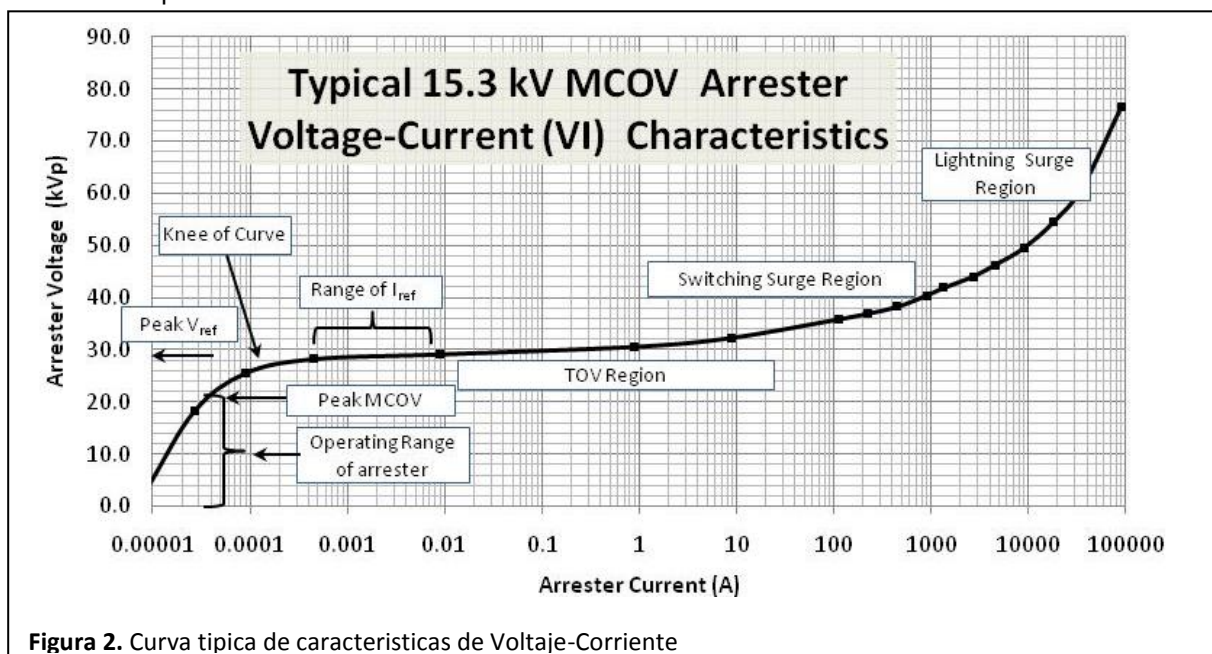
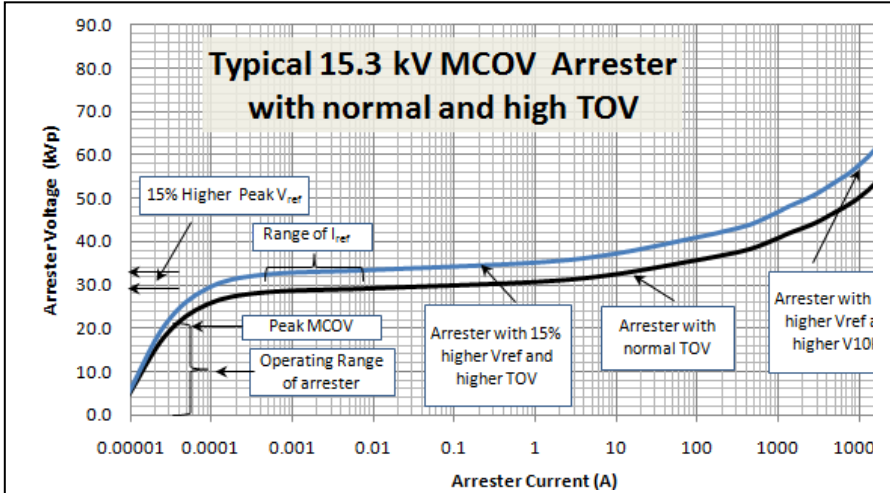

Figura 2. Curva típica de características de Voltaje-Corriente
Figura 6. Supresor 15.3kV MCOV con dos Referencias de Voltaje diferentes y Resistencia TOV distinta.
Un varistor es una resistencia variable con su resistencia controlada por la tensión de voltaje impresa a través del dispositivo. El varistor y la Curva Característica de Voltaje-Corriente es la forma fundamental y sencilla de mostrar cómo la cambia la resistencia a manera una función del Voltaje. Esta curva característica se utiliza de muchas maneras, y usa en gran medida para entender y predecir el comportamiento de un supresor. La Figura 2 es una curva VI típico de un supresor de 15kV MCOV. Una vez que una curva VI se determina para un disco varistor, los datos pueden ser utilizados para predecir las características completas de los supresores.
Las Curvas VI a menudo muestran solamente una polaridad de la curva de la conducción de un varistor como lo hace el de la Figura 2. Los varistores son dispositivos bidireccionales, y la curva característica en la dirección negativa es idéntica para los nuevos varistores no impulsados.
Algunos puntos importantes de la curva VI se llaman en la Figura 2. Estos puntos se describen con más detalle aquí:
3. **Centro de la curva:** Este es un término vagamente usado y describe aproximadamente la región de esfuerzo de voltaje, donde las vías de conducción a través del varistor cambian rápidamente de la región de funcionamiento o la fuga a la región de conducción. En una escala logarítmica lineal como se muestra en la Figura 2, aparece como centro de la curva
No es obvio, pero si una mirada más cercana se toma al trazo VI en la Figura 2, se puede ver que el nivel  $V_{ref}$  y el nivel TOV están muy juntos. Esta relación es bastante constante en todos los diseños de supresor. En otras palabras, por diseño,  $V_{ref}$  y TOV estarán cerca. Sin embargo la relación entre  $V_{ref}$  y MCOV está completamente a discreción del diseñador del supresor. Si se desea que un supresor tenga una mejor capacidad de resistencia TOV, el supresor puede re-adequarse de modo que haya más distancia desde el pico MCOV y  $V_{ref}$ . Esto se hace fácilmente mediante la adición de más discos al modelo del supresor. Sin embargo, como se puede ver en la Figura 6, también aumenta el voltaje de descarga a 10 kA lo cual no es muy deseable.